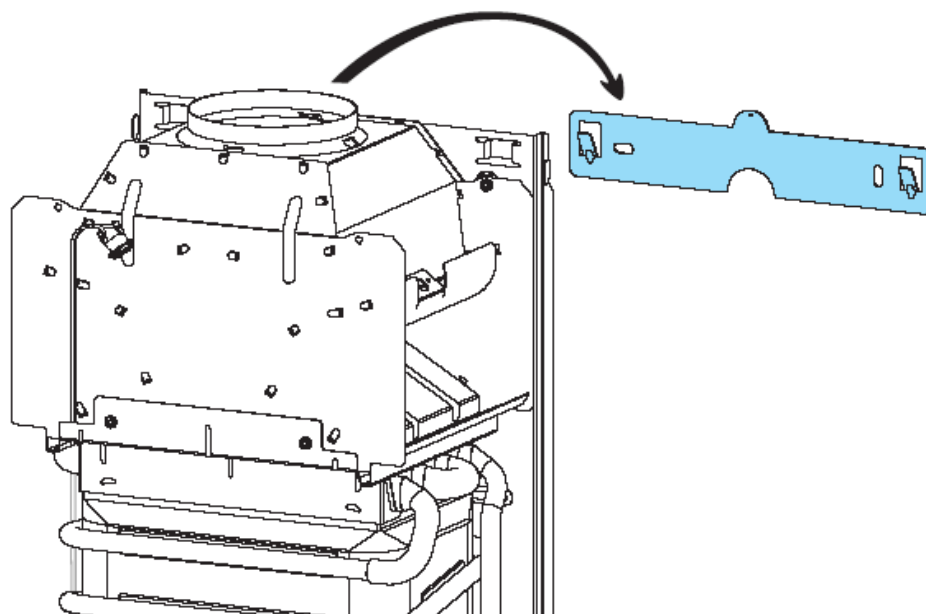

Рис.6
- Заведіть верхні отвори рами на гачки кріпильної пластини (рис. 6).